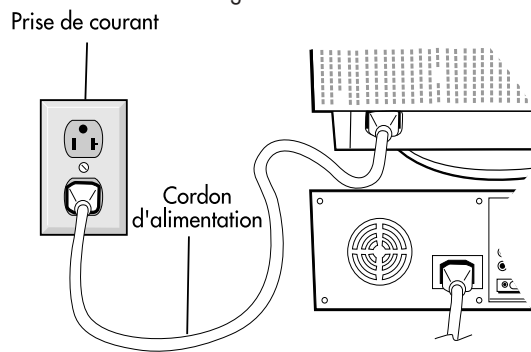

Figure C.1
5. Connecter une extrémité du cordon d'alimentation au moniteur MultiSync FE700+ et l'autre extrémité à la prise de courant (**Figure C.1**).